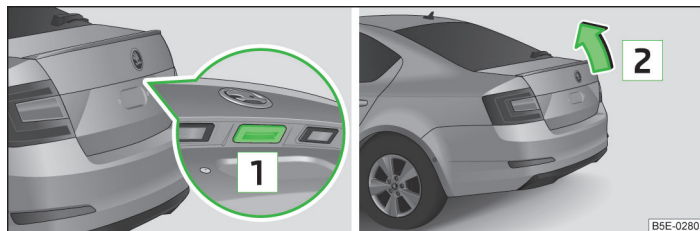

Fig. 19 Maniglia del portellone bagagliaio / Aprire il portellone bagagliaio
- Premere la maniglia **[1]** » fig. 19 e sollevare il portellone in direzione della freccia **[2]**